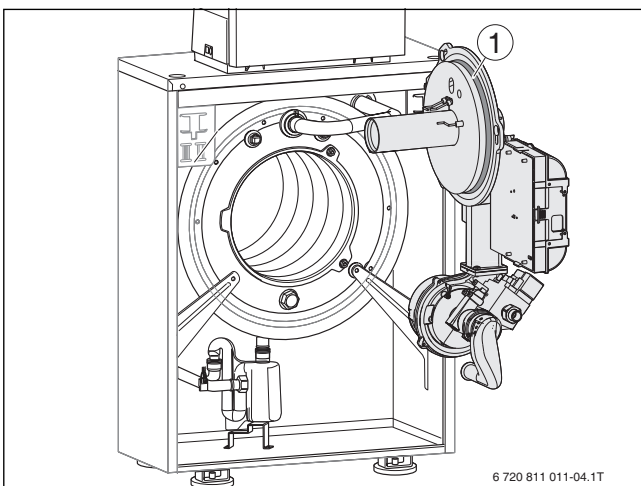

Fig. 13 O-ring involucro del bruciatore
- Prima del montaggio del bruciatore verificare che l'o-ring sia nella sua giusta sede (→ fig. 13, [1]) ed eventualmente correggere la sua posizione.